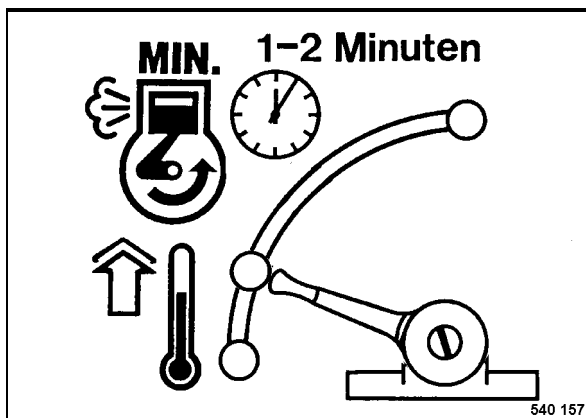

Fig. 12
- Colocar la palanca reguladora de revoluciones (Fig. 12) en posición "MIN".